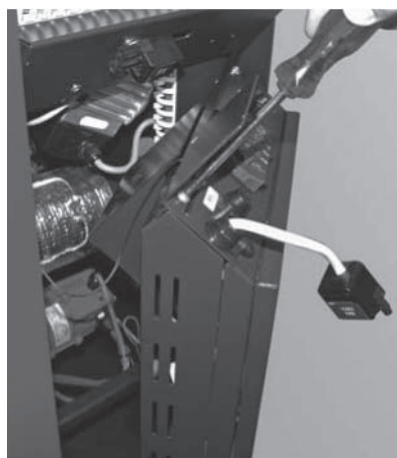

Fig. 69 Rimuovere due viti e togliere la copertura interna
- Ruotare in fuori il pannello di comando, rimuovere 2 viti e togliere la copertura interna – Fig. 69.